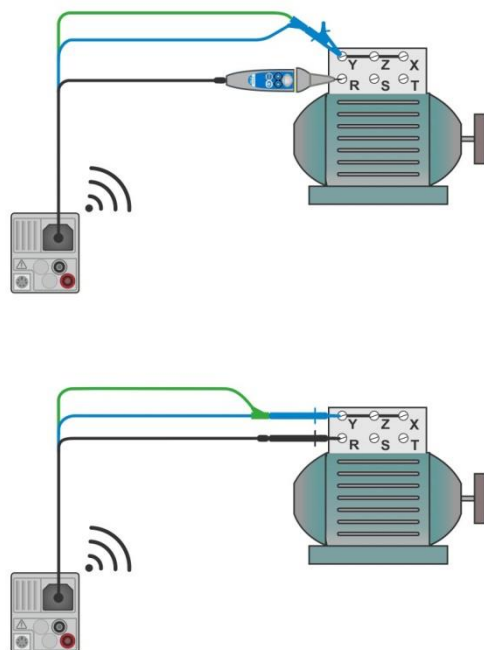

figura 7.16: Applicazione con Puntale remoto e puntale a 3 fili
- › Collegarsi puntali al dispositivo da testare, vedi **figura 7.16**.